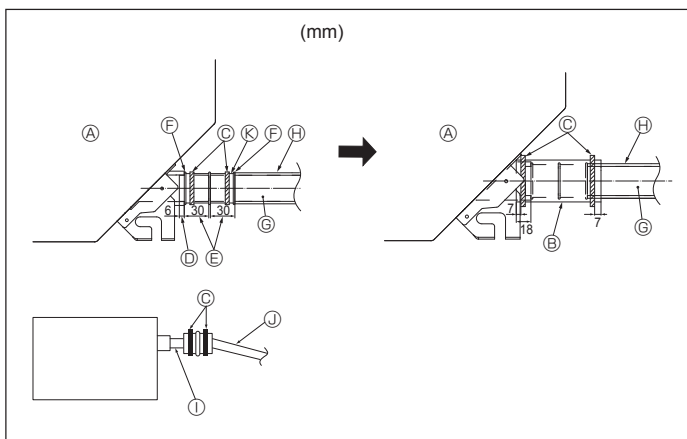

Fig. 5-2
1. Kople avløpsmuffen (følger med enheten) til avløpsåpningen. (Fig. 5-2) (Fest røret med PVC-klebemiddel og sikre det med et bånd.)